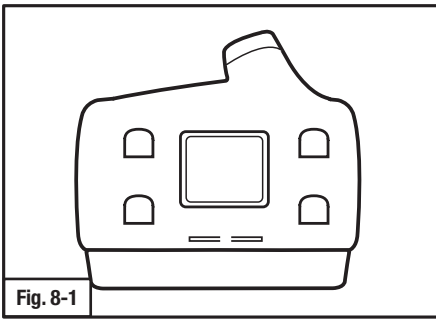
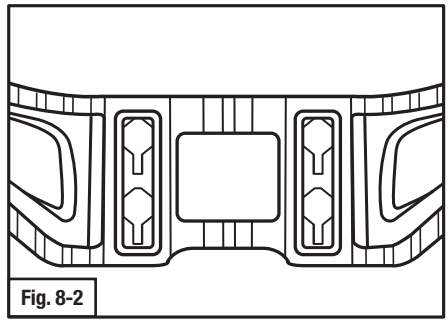
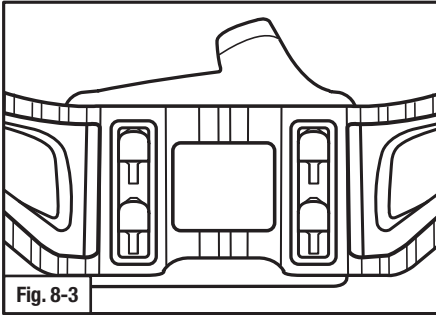

Fig. 8-1
Fig. 8-2
Fig. 8-3
2. Placer les 4 trous en forme de serrure (Fig. 8-2) de la ceinture sur les 4 barres en T (Fig. 8-1) à l'arrière du souffleur à moteur (Fig. 8-3).